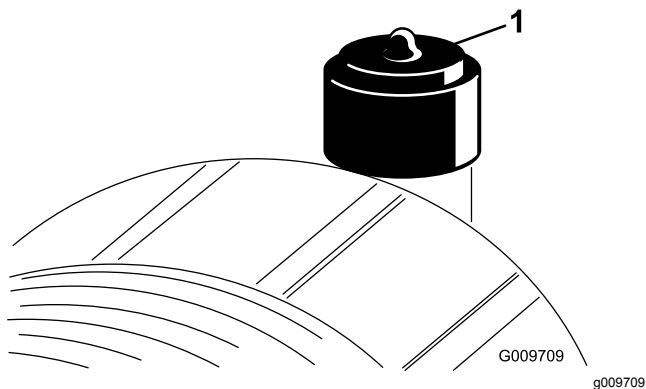

Figura 46
Faça a manutenção ao filtro de ar apenas quando o indicador de manutenção (Figura 46) o exigir. Mudar o filtro de ar antes de ser necessário apenas aumenta a possibilidade de entrar sujeidade no motor quando se retira o filtro.
9. Reinicie o indicador (Figura 46) se este se apresentar vermelho.